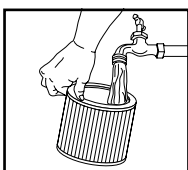

FIGURA 18
25. O enjuague el mismo (desde el interior del filtro) con agua. **FIGURA 18.** Seque completamente (aproximadamente 24 horas).